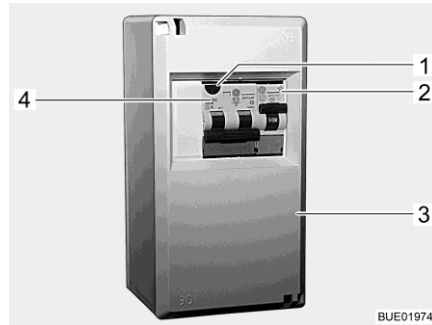

Fig. 194 Coffret de fusibles 230 V
Un disjoncteur différentiel/de protection de circuit combiné (Fig. 194,4) dans le coffret de fusibles (Fig. 194,3) protège tout le véhicule contre le courant différentiel (0,03 A).
Sur les véhicules possédant un équipement particulier tel que la climatisation, un disjoncteur de protection de circuit supplémentaire (10 A) (Fig. 194,2) protège l'appareil.
- Lorsque le véhicule est raccordé à l'alimentation 230 V, appuyer sur la touche de contrôle (Fig. 194,1). Le disjoncteur différentiel doit se déclencher.